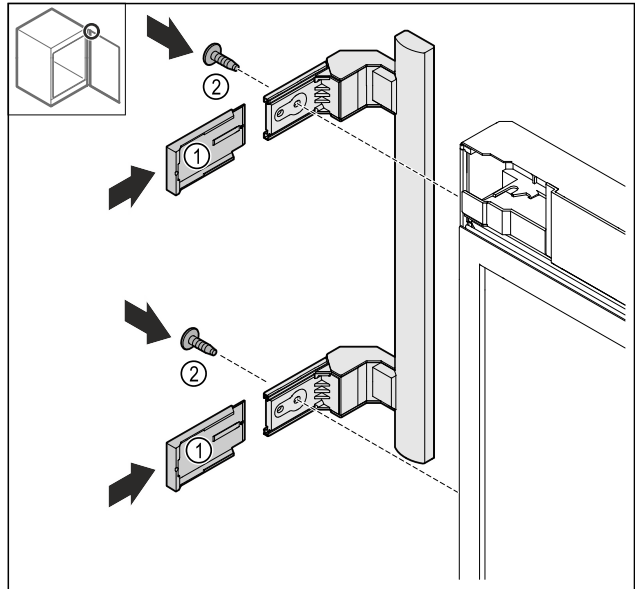

Fig. 25
- ▶ Насуньте накладки Fig. 25 (1).